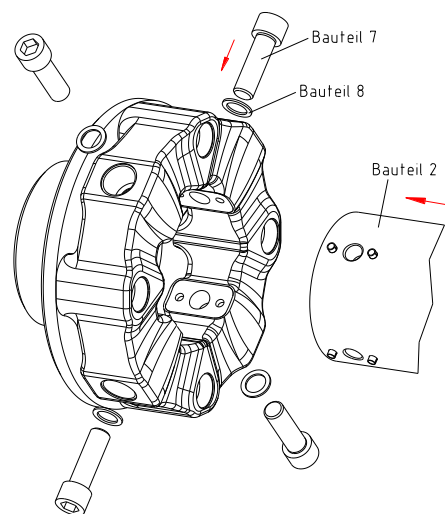

Bild 15: Montage der Elastomerteile an die Zwischenwelle
- Setzen Sie die Zwischenwelle (Bauteil 2) in einem der beiden Elastomerteile ein. Richten Sie die Gewinde der Zwischenwelle (Bauteil 2) zu den Bohrungen des Elastomerteils aus (siehe Bild 15).
- Verschieben Sie das Aggregat der Abtriebsseite bzw. der Gegenseite in axialer Richtung, bis das Einbaumaß DBSE bzw. E1 erreicht ist. Richten Sie die Gewinde der Zwischenwelle (Bauteil 2) zu den Bohrungen des zweiten Elastomerteils aus (siehe Bild 15).